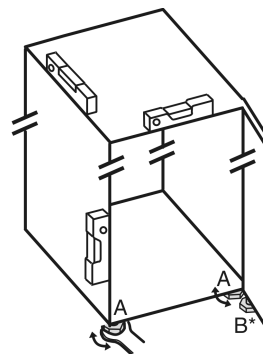

Fig. 6
- ▶ Stelvoetjes Fig. 6 (A) met meegeleverde steeksleutel en met behulp van een waterpas er uit draaien tot het apparaat vast en vlak is uitgelijnd.
- ▶ Stelvoetje Fig. 6 (B) op het lagerblok losdraaien met de bijgeleverde steeksleutel totdat deze op de vloer rust.
- ▶ Stelvoetje Fig. 6 (B) 90° verder draaien.